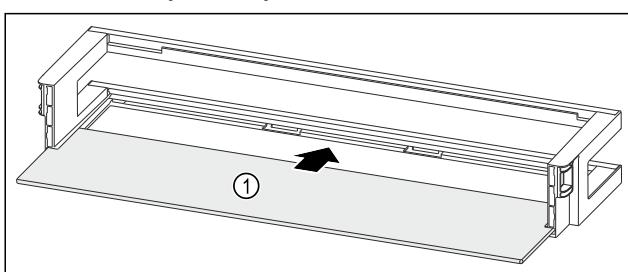

Fig. 92 Dveřní příhrádka s odkládací plochou
- Odkládací plochu Fig. 92 (1) zasuňte do bočních vybrání.